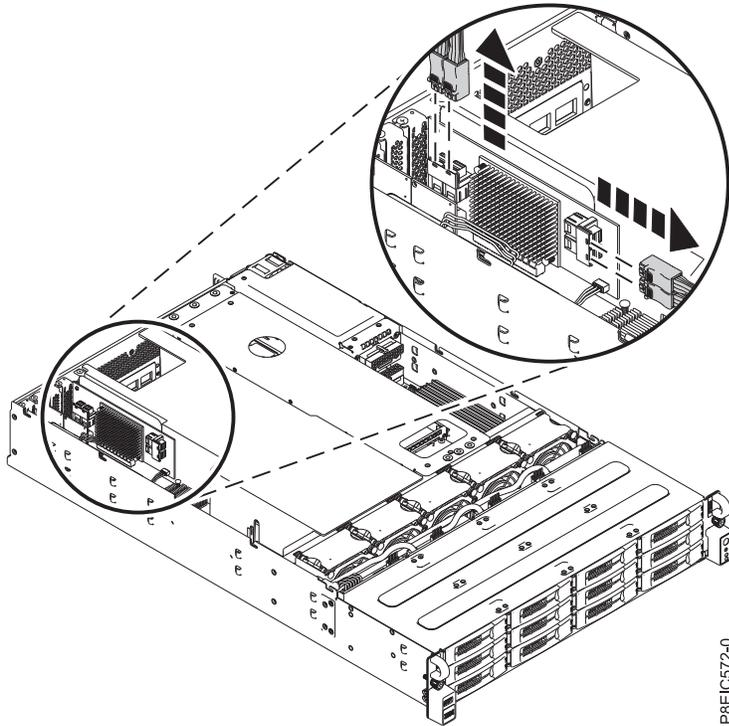

Figure 23. Déconnexion des cordons d'interface d'unité
3. Etiquetez et retirez les trois cordons d'interface d'unité avant de la carte PCIe d'unité. A l'aide de votre pouce, appuyez sur le taquet de déverrouillage sur le connecteur pour retirer le cordon. Voir figure 23, à la page 23.